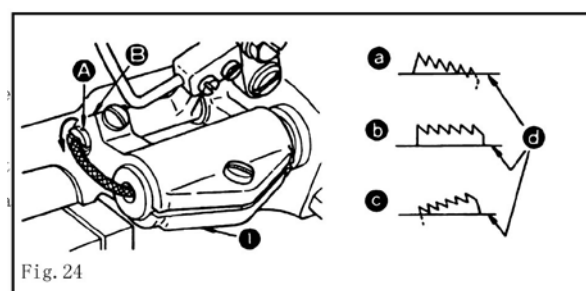

Fig. 24
- 1) Ослабьте винт (2) кривошипа (1)
- 3) Надежно затяните винт (2).
21. Наклон зубчатой рейки (Fig.24)